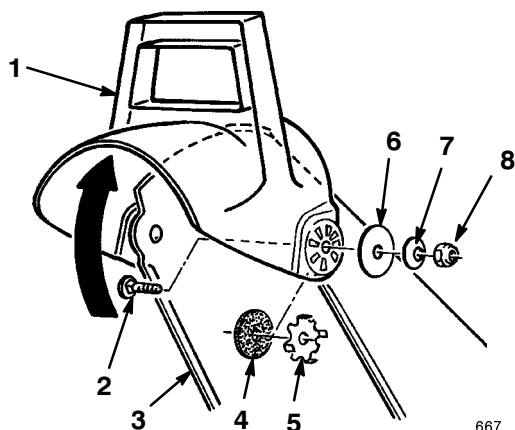

Figura 15
2. Fissate il lato sinistro del deflettore allo scivolo utilizzando i particolari illustrati in Figura 15.